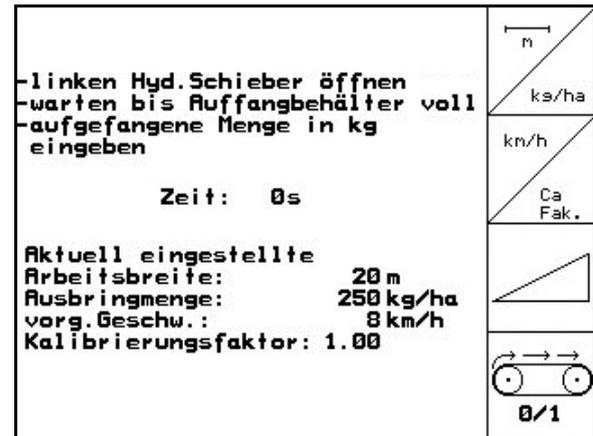

Fig. 54
1. (Fig. 54) Connecter la bande transporteuse et remplir ainsi la préchambre à engrais.